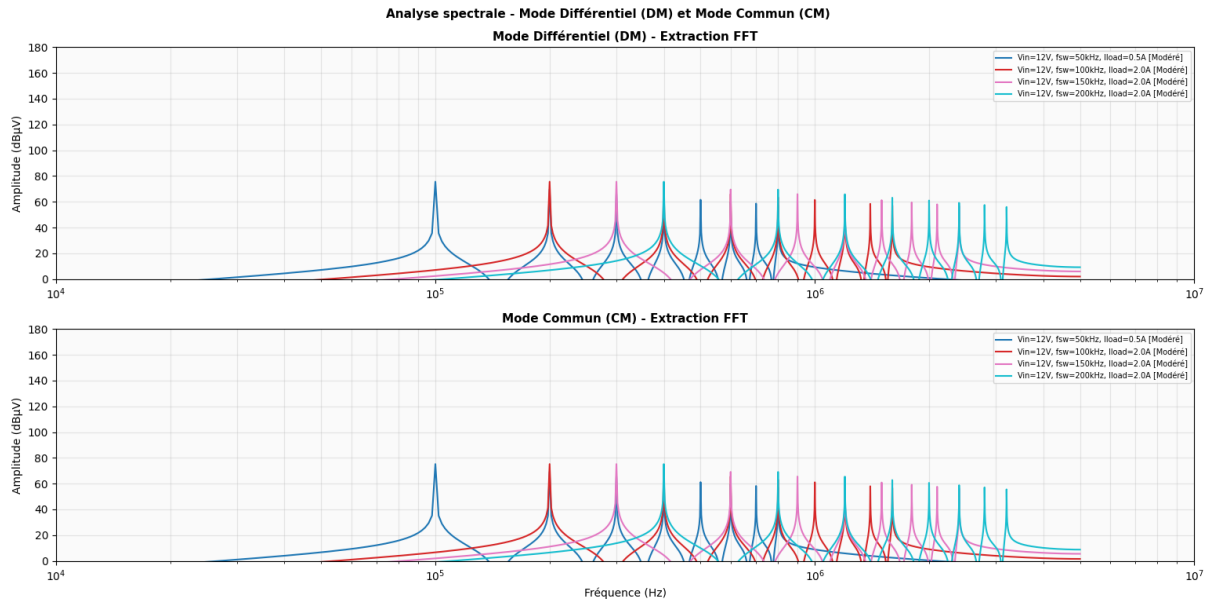

FIGURE 4.2 – Déplacement des harmoniques avec la fréquence de commutation
La figure 4.2 présente le spectre FFT des perturbations en mode différentiel (DM) et en mode commun (CM) pour quatre fréquences de commutation différentes ($f_{sw} = 50$ kHz, 100 kHz, 150 kHz et 200 kHz), avec une tension d'entrée fixe $V_{in} = 12$ V et un courant de charge $I_{load} = 2,0$ A (sauf pour 50 kHz où $I_{load} = 0,5$ A).